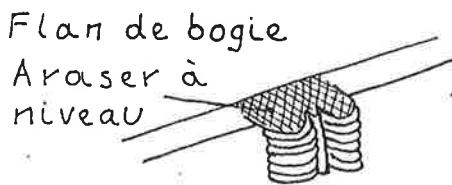

Fig.:7.
- Sur les flancs de bogie, arraser les sommets des ressorts au niveau des longerons de bogie. Ceci est aussi valable pour le bogie moteur (fig. 7).